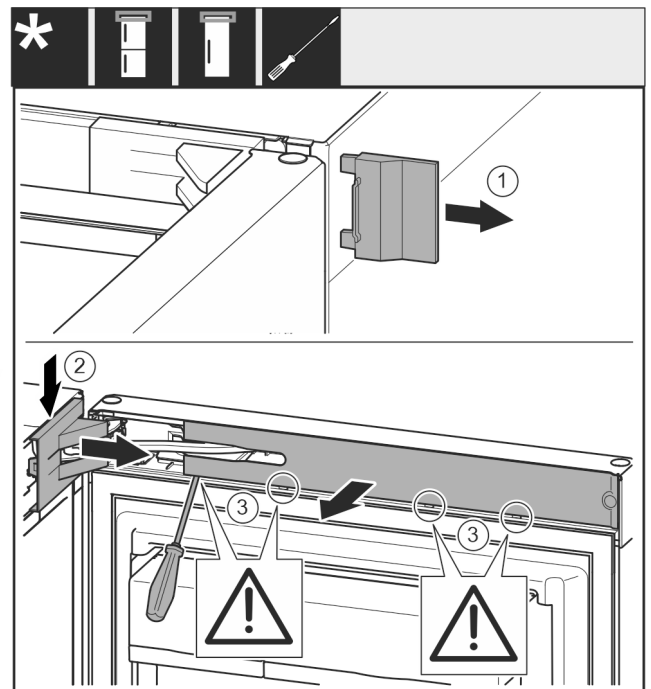

Fig. 9
- ▶ Abdeckung *Fig. 9 (1)* abnehmen.
- ▶ Lagerbockabdeckung *Fig. 9 (2)* ausrasten und lösen.
- ▶ Lagerbockabdeckung *Fig. 9 (2)* abnehmen.
- Blende Fig. 9 (3) mit Schlitzschraubendreher ausrasten und zur Seite schwenken.